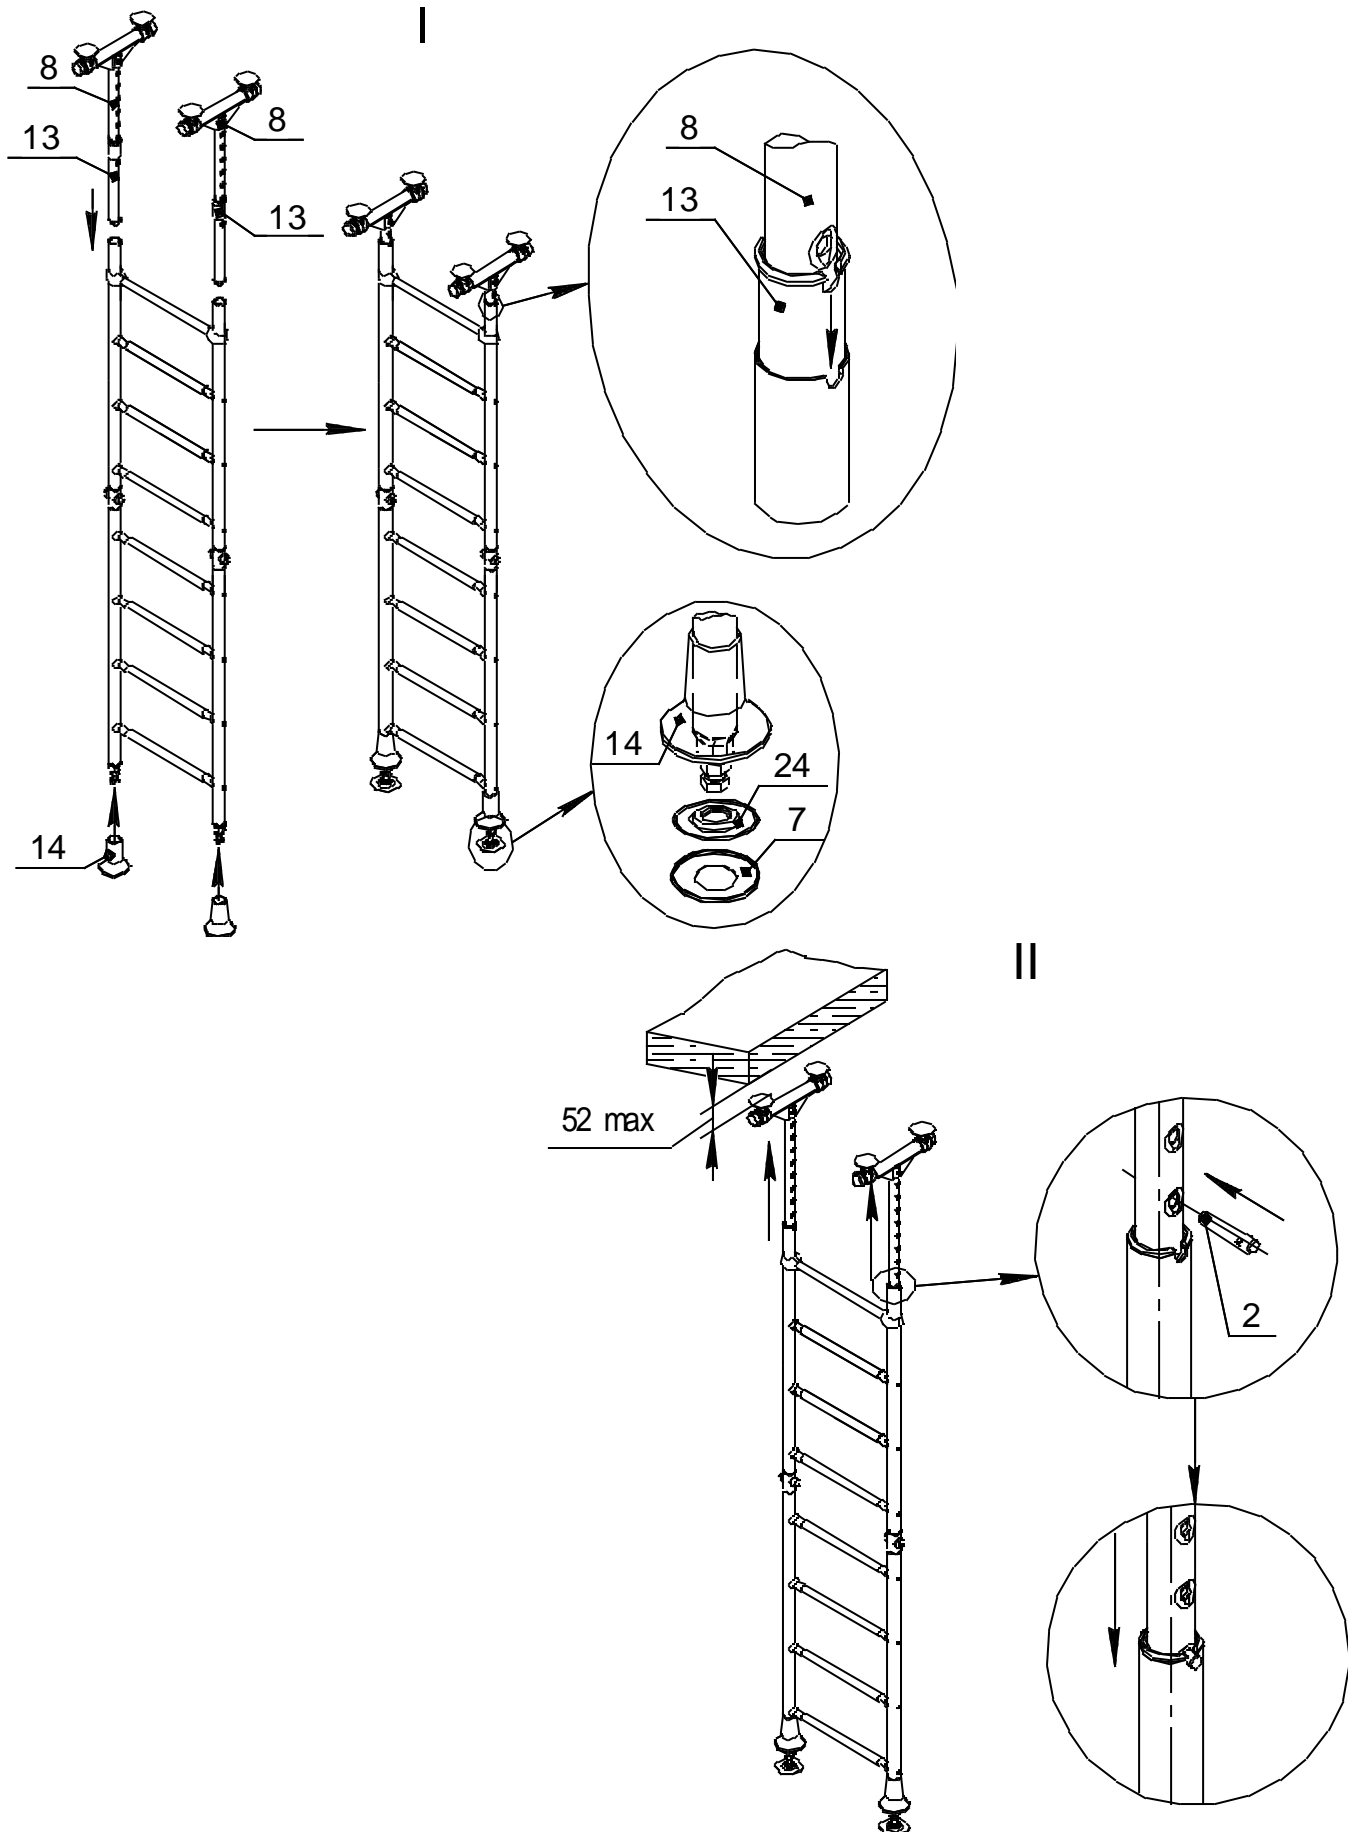

Рис.5
- II. Поднять вставки до упора с потолком, установить оси поз.2 и плавно опустить вставки (рис.5)